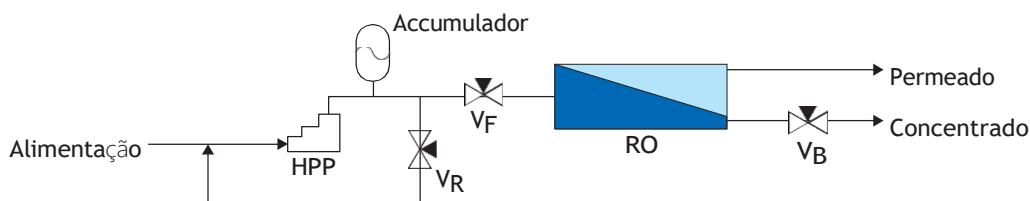

Figura TMM-220-1:
- 1) Sistema de bomba de pistão (deslocamento) com motor de velocidade constante (**Figura TMM-220-1**)